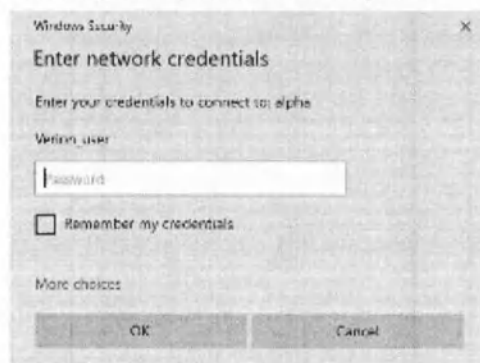

Рисунок 14. Имя пользователя сети и пароль для входа в систему
- Отобразится окно для ввода учетных данных (Рисунок 14).